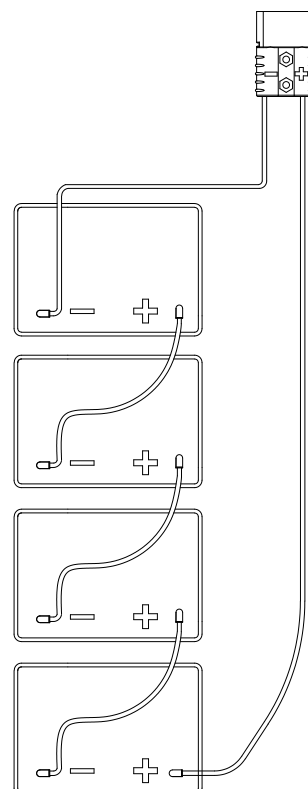

Figure 6
La machine nécessite six batteries de 6 V, connectées et installées dans les positions illustrées à la figure 6.
4. Acheminer et installer les câbles de la batterie comme indiqué dans la Figure 6, puis serrer soigneusement l'écrou sur chaque borne de la batterie.